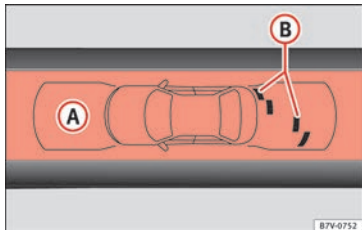

Bild 211 OPS-display på skärmen: (B) har detekterat ett hinder i segmentet; (A) begränsat område framför bilen
Zonen där hinder kan upptäckas sträcker sig till ett avstånd på ungefär 120 cm från bilens front och upp till 60 cm åt sidorna » **bild 211** (B). Bakom bilen analyseras ett område på ett avstånd upp till 160 cm och runt 60 cm på sidorna » **bild 210** (C).
sig ett hinder rör sig segmentet närmare bilen på displayen » **bild 210** (B) och » **bild 211** (A). När det näst sista segmentet visas betyder det att bilen är i kollisionszonen. **Stanna bilen!**